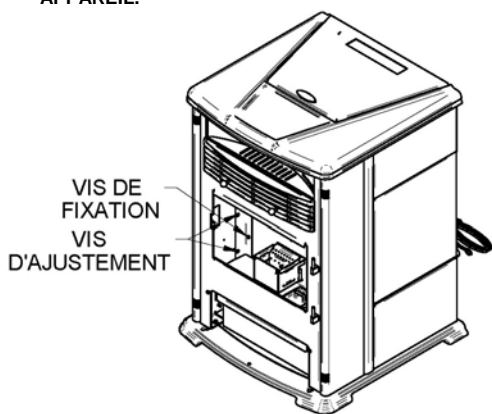
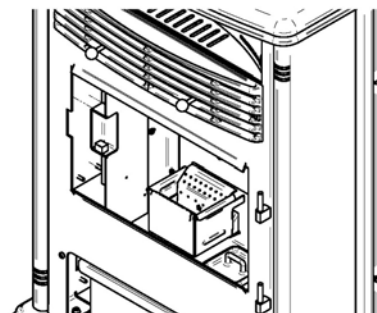
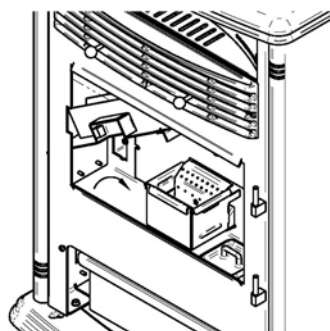
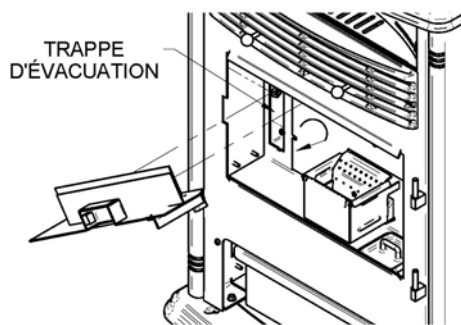

Figure 47
Figure 48
Figure 49
Figure 50
- c. **Parois de la chambre à combustion** : De façon périodique, il est important de nettoyer les cendres qui peuvent s'être accumulées derrière les parois de la chambre à combustion. Commencez par enlever les panneaux d'imitation de maçonnerie, lesquels sont simplement tenus en place par des clips. Nettoyez les parois et enlevez les cendres à l'aide d'un aspirateur. Vous remarquerez une trappe d'accès rectangulaire située à l'arrière de la paroi gauche. Retirez le panneau à l'aide d'un tournevis. Desserrez les vis d'ajustement et ensuite retirez les vis de fixation (Figure 47). Glissez le mur vers la droite (Figure 48), Basculez (Figure 49) et retirez-le de la chambre à combustion. À l'aide de l'embout d'aspirateur, nettoyez la trappe d'évacuation (Figure 50). **RÉPÉTEZ CETTE OPÉRATION DE NETTOYAGE AU MOINS UNE FOIS PAR TONNE DE GRANULES BRÛLÉES, ET CE JUSQU'À CE QUE VOUS SOYEZ FAMILIER AVEC LE NIVEAU D'ACCUMULATION DES CENDRES DANS VOTRE APPAREIL.**